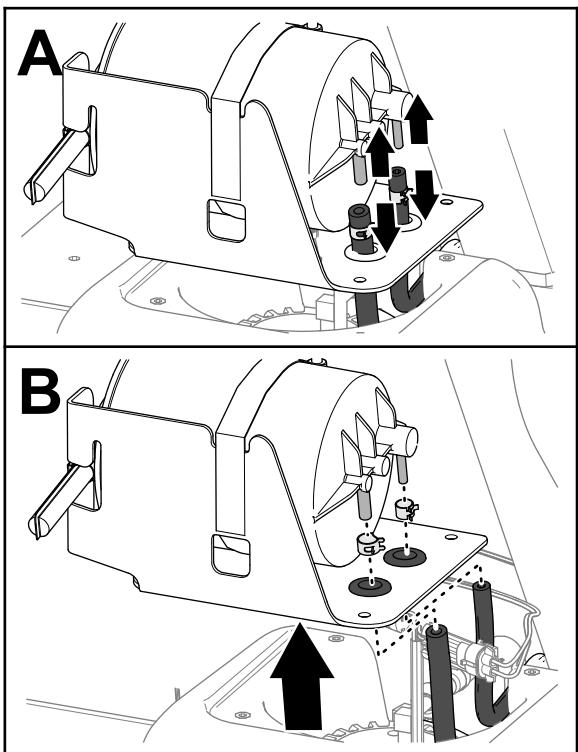

Figure 82
4. Débranchez les flexibles des raccords (Figure 82).
5. Retirez les colliers des flexibles (Figure 82).
6. Retirez le filtre à charbon actif du réservoir de carburant (Figure 82).